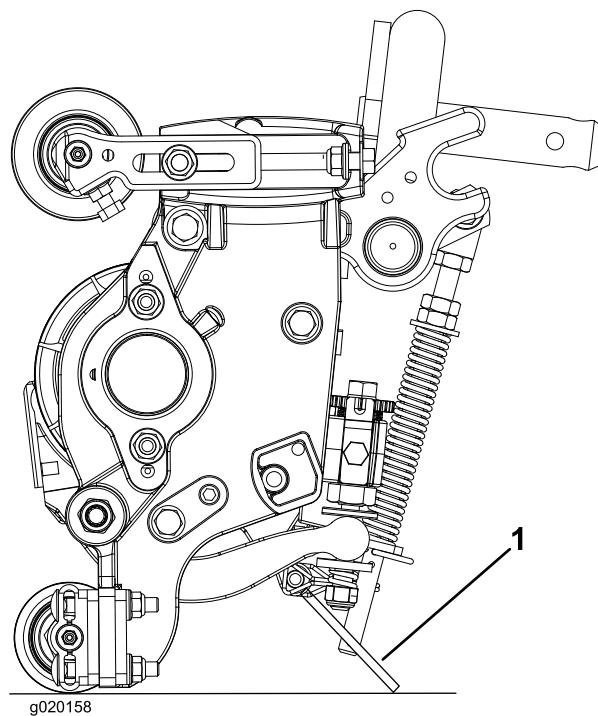

**Figura 16**
7. Aperte o parafuso no outro braço do suporte do trinco do capot para prender o trinco na posição (Figura 16).